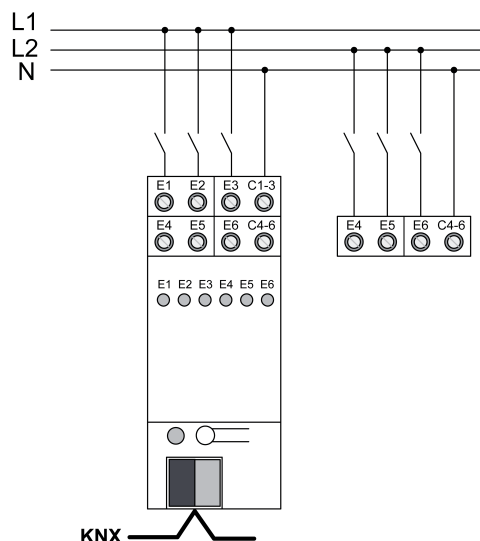

Figura 2: Collegamento dei circuiti alimentati dalla rete
- Collegare i circuiti alimentati dalla rete come indicato nell'esempio di collegamento (figura 2).
- Collegare i circuiti FELV come i circuiti alimentati dalla rete (figura 2).